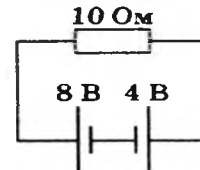

Рис. 1
1. Определите направление и величину силы тока в резисторе (рис. 1), пренебрегая внутренним сопротивлением источников тока.